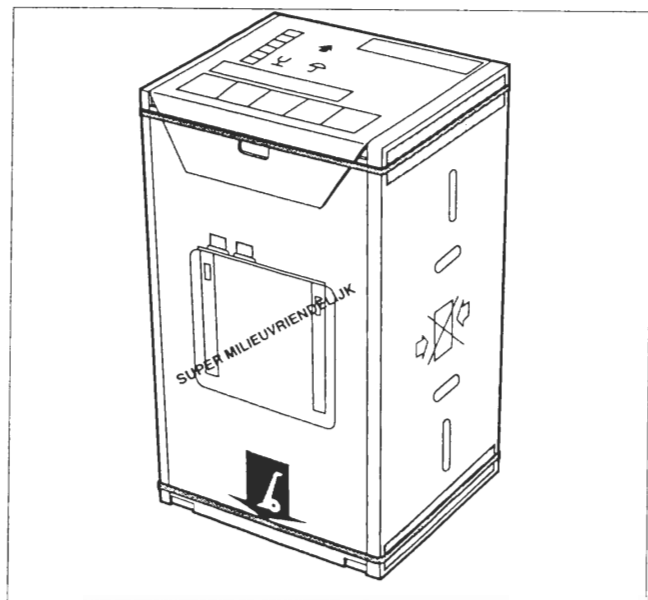

figura 1
- Sistemare la caldaia in posizione verticale (vedi figura 1);